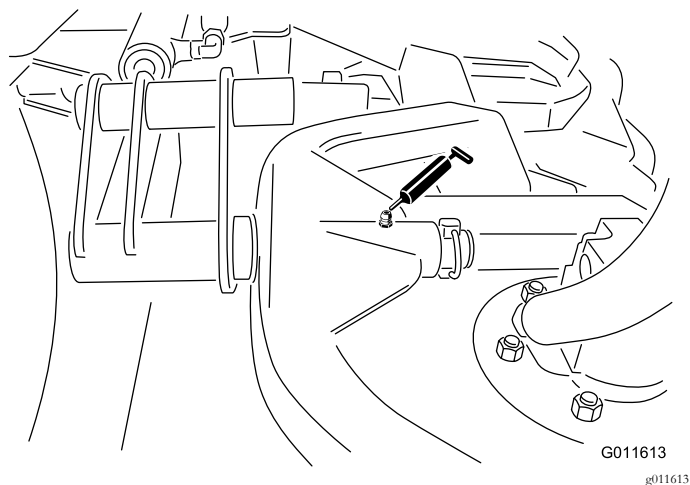

Figure 31
- Pivot de bâti porteur de plateau de coupe (x 1)—Figure 31